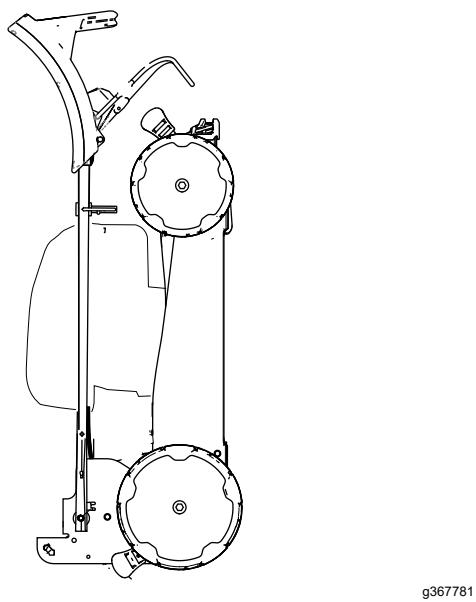

Figura 24
5. Eleve a frente da máquina pela pega e mova-a para o local de armazenamento (Figura 24).